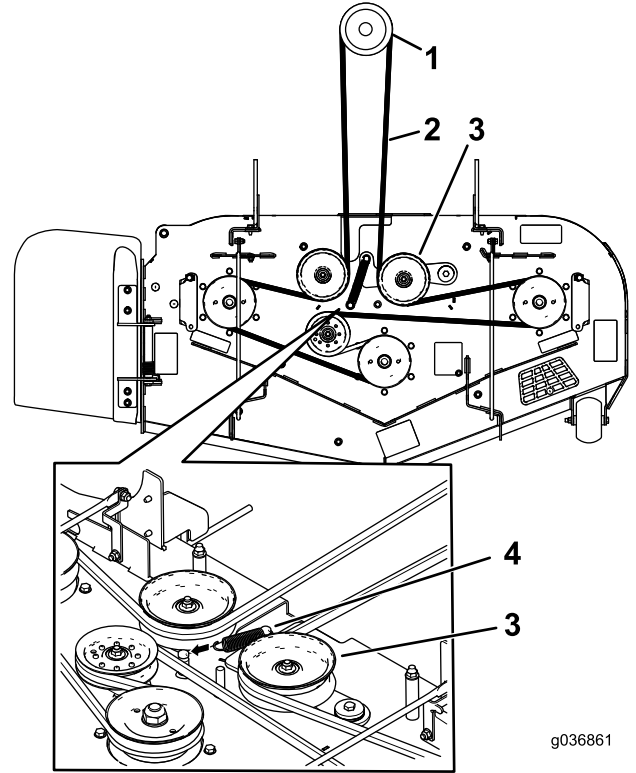
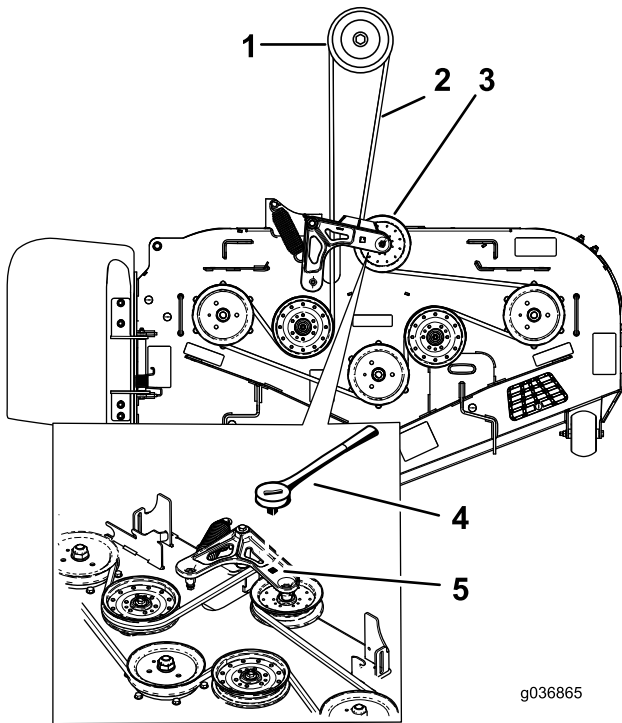

図 26
図 28
1. 刈り込みデッキについているスプリング付きのアイドラプーリのスプリングの張力を解除する 図 26 または 図 28 を参照。
注 モデル 78486, 78487, 78488, 78404, 78405, 78406 のブロアでは、アイドラアームに四角いラチェットを差し込んで、スプリングのテンションをゆるめます 図 28。
9. スプリング付きのアイドルプーリに刈り込みベルトを取り付ける 図 26 または 図 28。